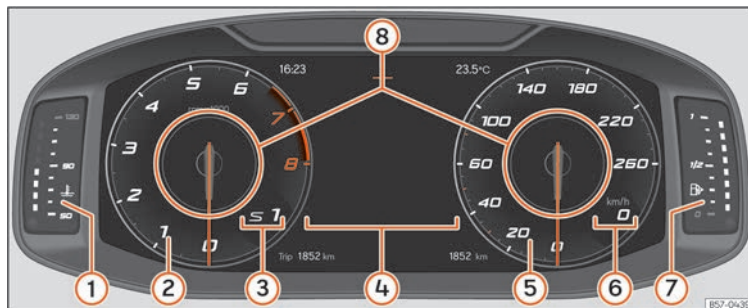

Fig. 61 SEAT Digital Cockpit en el tablero de instrumentos (vista clásica).
En todas las vistas se tiene la posibilidad de personalizar la información que aparece en **Perfiles de información** » fig. 61 ⑧.
»» **fig. 61.**